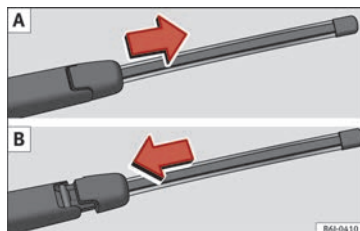

Fig. 93 Extraer y colocar la escobilla del limpiaventa.
- » **fig. 93 A.**
- » **fig. 93 B** y deslice el adaptador hasta que encastre.